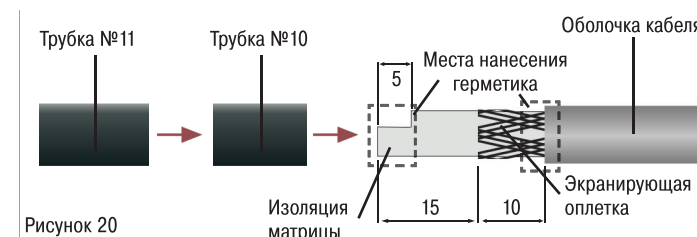

Рисунок 20
2. Укоротить оплетку заземления до 10 мм. Надрезать матрицу ступенькой. Снимать изоляцию с матрицы не требуется (рис. 20). Надеть на участок снятой внешней оболочки кабеля термоусадочную трубку (№10) длиной 35 мм и усадить ее (температура гарантированной усадки от +115 до +140 °С), обжав конец трубки пассатижами для склеивания и герметизации.